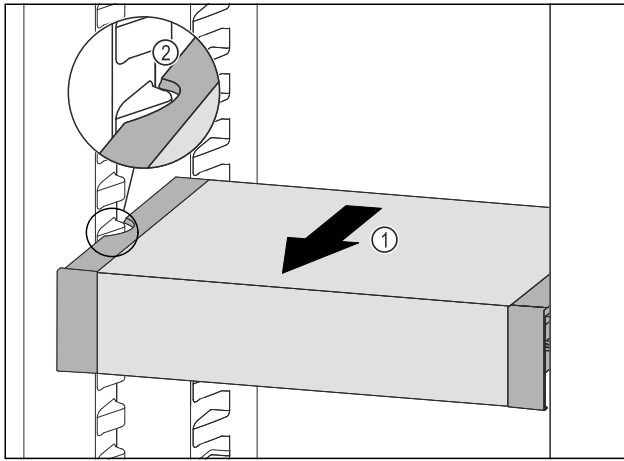

Fig. 61
- VarioSafe nach vorne ziehen Fig. 61 (1), bis sich die seitlichen Aussparungen des VarioSafes auf Höhe der Behälterrippe im Kühlteil befinden. Fig. 61 (2)